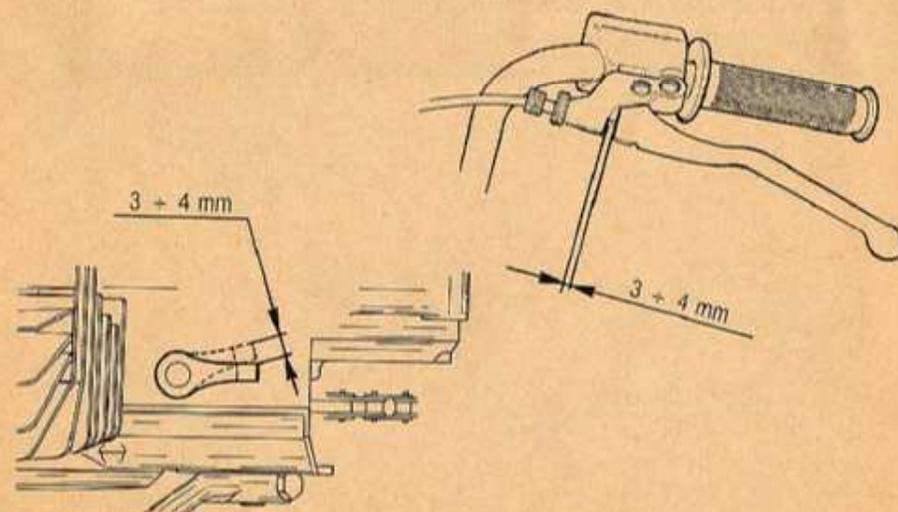

FIG. 4 Controllo gioco frizione Clutch clearance check
- 4) **CONTROLLARE** periodicamente la corretta registrazione della frizione verificando che la corsa a vuoto della leva di comando sul manubrio o sul motore sia di 3 + 4 mm (fig. 4).